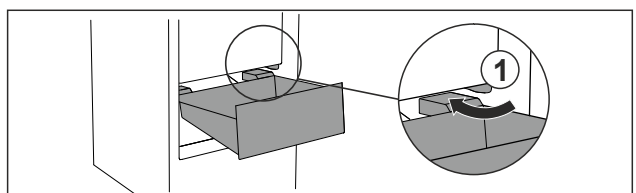

Fig. 78
- ▶ Zásuvku vedte šikmo podél zarážek Fig. 78 (1).